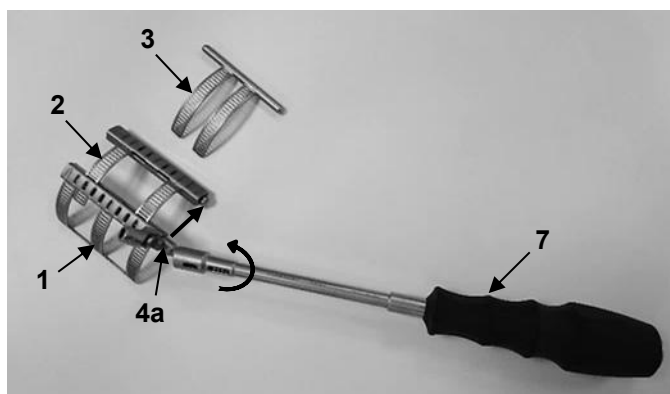

Abb. 21
2. Anschließend das primäre Element (2) von dem Basiselement (1) mithilfe des geeigneten Schraubendrehers (7) entfernen. Hierfür den Transportmechanismus an dem Kastenmodul des Basiselements (4a) mithilfe des geeigneten Schraubendrehers (7) im Uhrzeigersinn drehen, bis es sich abnehmen lässt (Abb. 21).